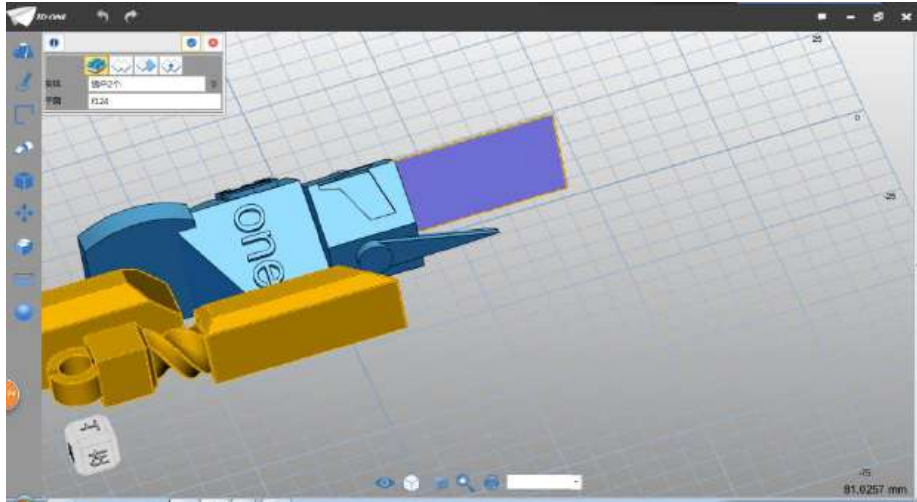

图 4-18
Step 19 平面选择如下图 4-18 所示的平面（在制作头部绘制的）。